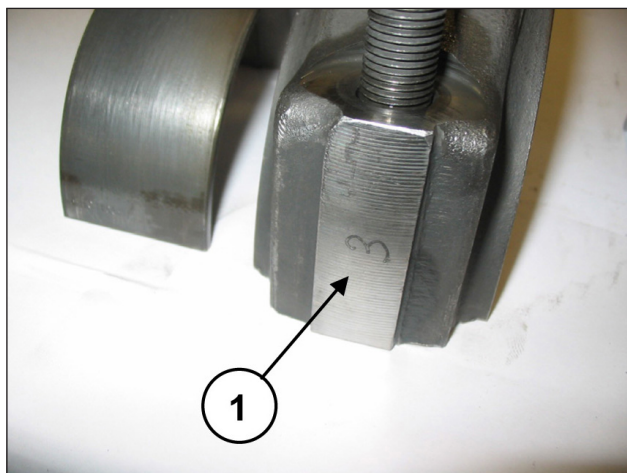

Fig. 40
Accoppiare le semibielle ai cappelli precedentemente smontati facendo riferimento alla numerazione (pos. ①, Fig. 40).
Separare i cappelli dalle semibielle; il corretto accoppiamento sarà garantito dalla numerazione posta su un lato (pos. ①, Fig. 40).